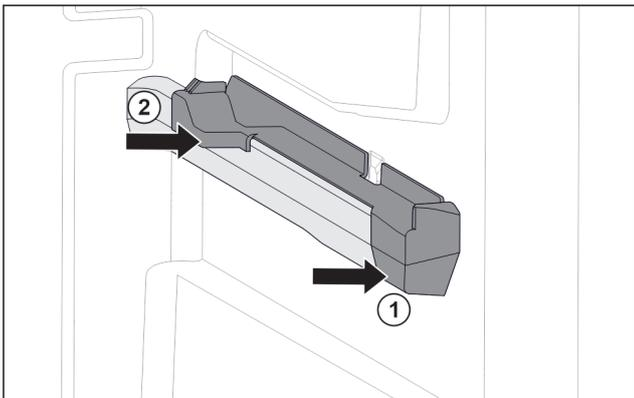

Fig. 47 Aufsteckteil auf der rechten Behälterrippe
- ▶ Aufsteckteil vorne an Behälterrippe ansetzen. Fig. 47 (1)
- ▶ Aufsteckteil hinten andrücken. Fig. 47 (2)